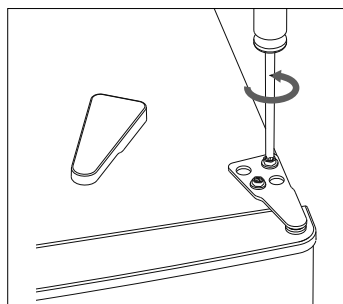

Fig. 4
- ▶ Dévissez les deux vis de la charnière (1) à l'aide d'une clé de 8 ou d'un tournevis cruciforme (voir **Fig. 4**).